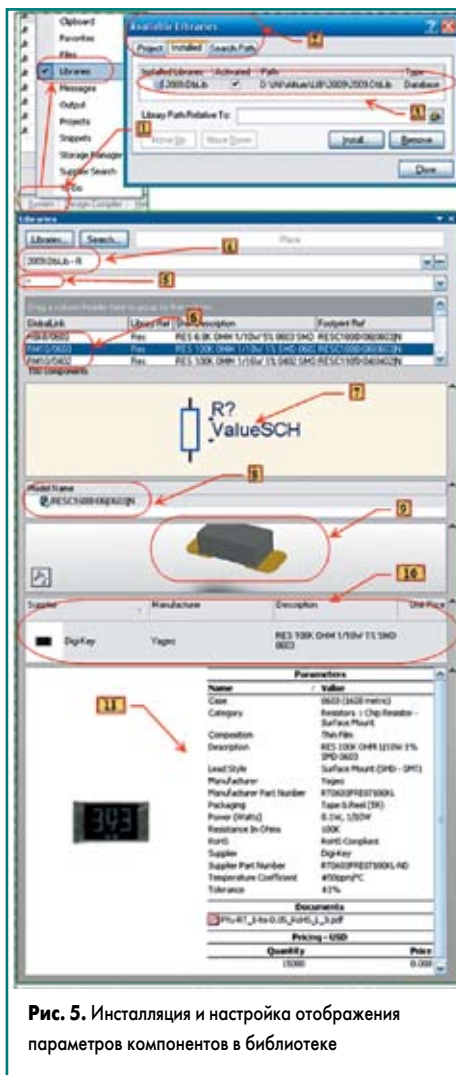

Рис. 5. Инсталляция и настройка отображения параметров компонентов в библиотеке
Итак, после настройки свойств синхронизации следует проинсталлировать новую библиотеку и настроить параметры отображения в панели **Library**. Сделаем это следующим образом (рис. 5):
9. Внешний вид модели. В частности, в качестве модели на рис. 5 показано посадочное место.